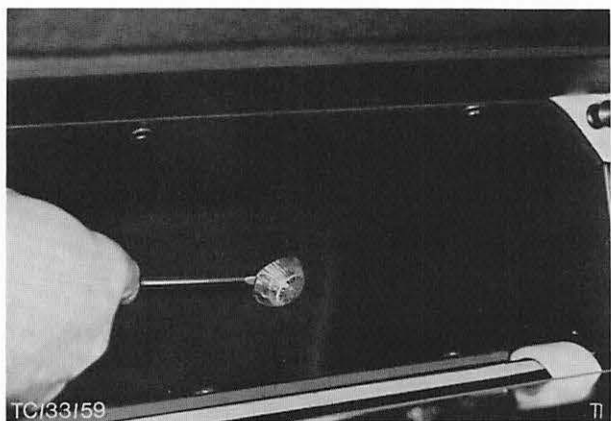

Abb. 30 Bei eingebautem Handschuhkasten Handschuhkastenleuchte wie gezeigt ausbauen.
4. Handschuhkastenleuchte, falls vorhanden, ausbauen, Abb. 30, (siehe Gruppe 33).